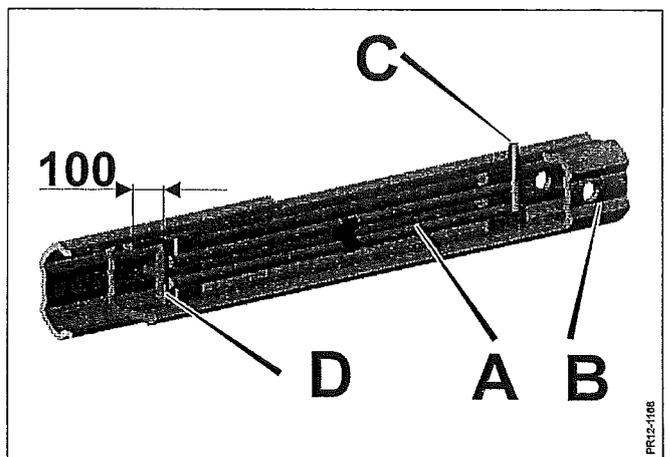

Fig. 2-20a
- Fig. 2-20a Die Gelenkwelle hat ein internes Schmiersystem **A**, und deswegen ist es möglich, die Profilrohre **B** bei Punkt **C** zu schmieren, ohne die Gelenkwelle zu trennen. Mit dem Schmiersystem ist es jedoch nur möglich Max. 100 mm abzukürzen - der Abstand zu der Schmierbuchse **D**. In extremen Fällen, wo mehr als die Max. 100 mm abgekürzt werden muß, muß in dem anderen Ende der Buchse abgekürzt werden, und das Schmiersystem muß abgebaut werden.